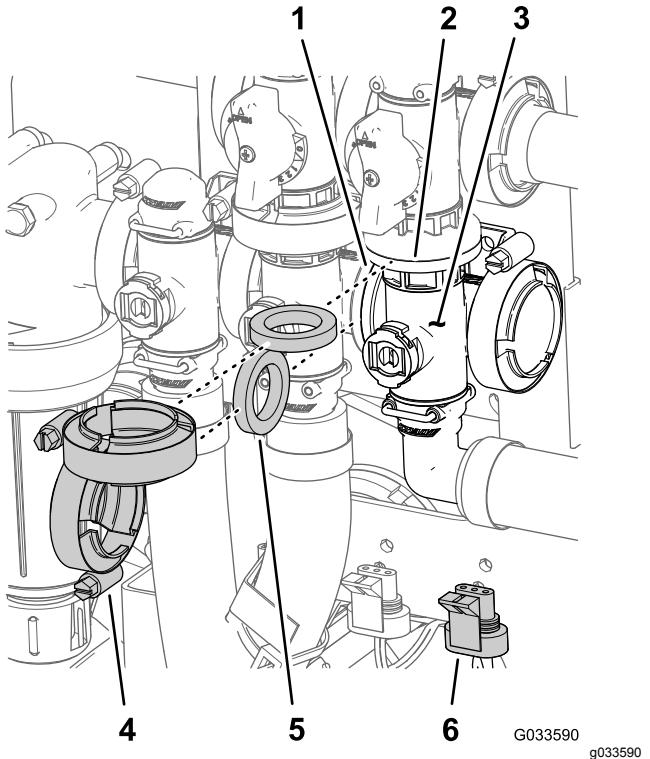

Figura 126
flangia della valvola di bypass principale della barra (**Figura 126**).
2. Montate il collettore della valvola principale delle barre, la guarnizione e la valvola di bypass principale della barra con un morsetto flangiato serrato manualmente (**Figura 126**).
3. Allineate la flangia del collettore della valvola principale delle barre, una guarnizione e il collettore della valvola dell'agitatore (**Figura 126**).
4. Montate il collettore della valvola principale delle barre, la guarnizione e il collettore della valvola dell'agitatore con un morsetto flangiato e serrate manualmente (**Figura 126**).
7. Montate la valvola dell'agitatore sul supporto della valvola con il bullone a testa flangiata e il dado bloccaggio flangiato (Figura 126) rimossi al passaggio 3 di Rimozione della valvola del collettore principale delle barre \(pagina 84\) e serrate il dado e il bullone a 10–12 N·m.